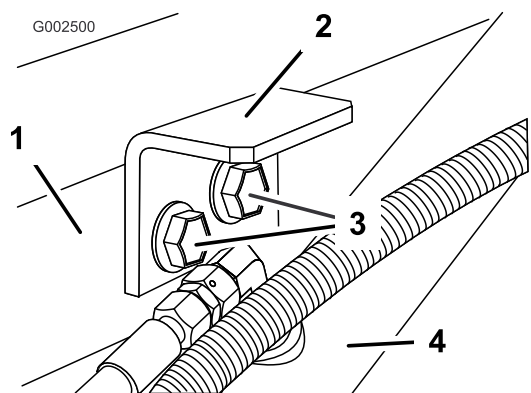

図 18
- 取り外したボルトナット（各2）を使って、固定ブラケットを取り付ける（図 18）。